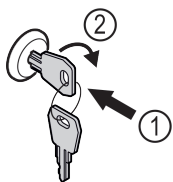

Fig. 158 Immagine a titolo di esempio
- Inserire la chiave Fig. 158 (1).
- Ruotare la chiave di 90° in senso orario Fig. 158 (2).